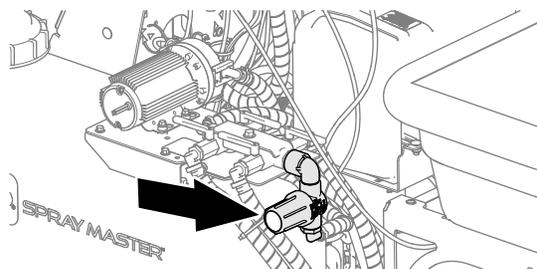

Figure 51
2. Placez un bac de vidange sous le filtre (Figure 51).